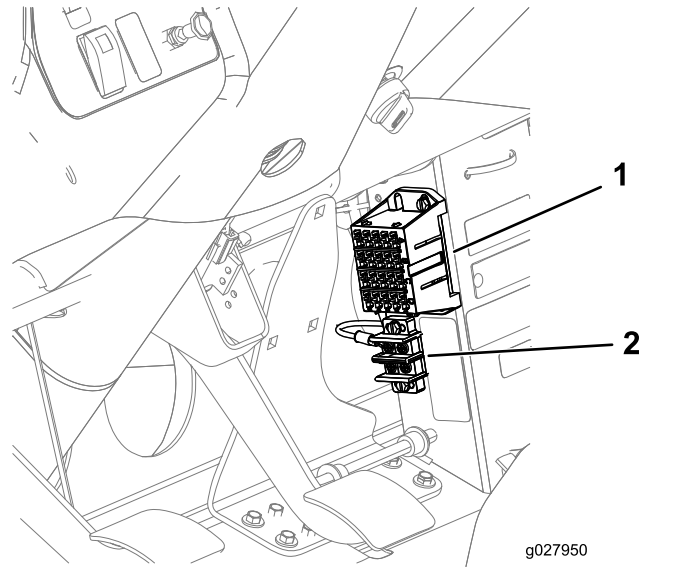

Figure 34
2. Reliez la cosse en anneau du faisceau au bloc de mise à la masse et insérez le connecteur du porte-fusibles dans une connexion libre (Figure 34).